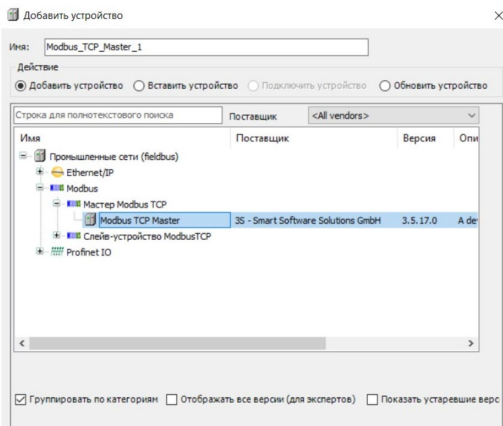

Рис.18 Добавление Modbus TCP Master.
1. Для создания клиент соединения (когда ПЛК передает запросы серверу TCP) Пользователю необходимо в дереве проекта добавить устройство "Modbus TCP Master", нажать правой кнопкой мыши на объект "Ethernet (Ethernet)" в дереве проекта и выберите "Добавить устройство...". В директории "Промышленные сети (fieldbus) > Modbus > Master Modbus TCP" требуется выбрать объект "Modbus TCP Master" и двойным щелчком добавить его в дерево проекта (Рис.18). Далее Пользователю необходимо закрыть окно добавления устройств.